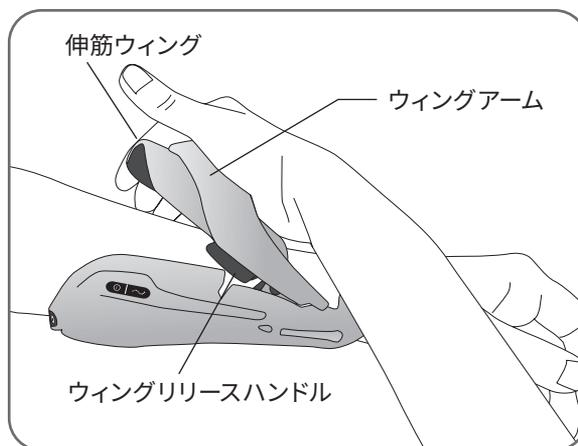

図 8-10: 伸筋ウイングを閉じる
5. ウイングアームを押し下げながら、伸筋ウイングを引っ張ります。図 8-10 を参照してください。カチッという音が聞こえなくなるまで押し下げます。